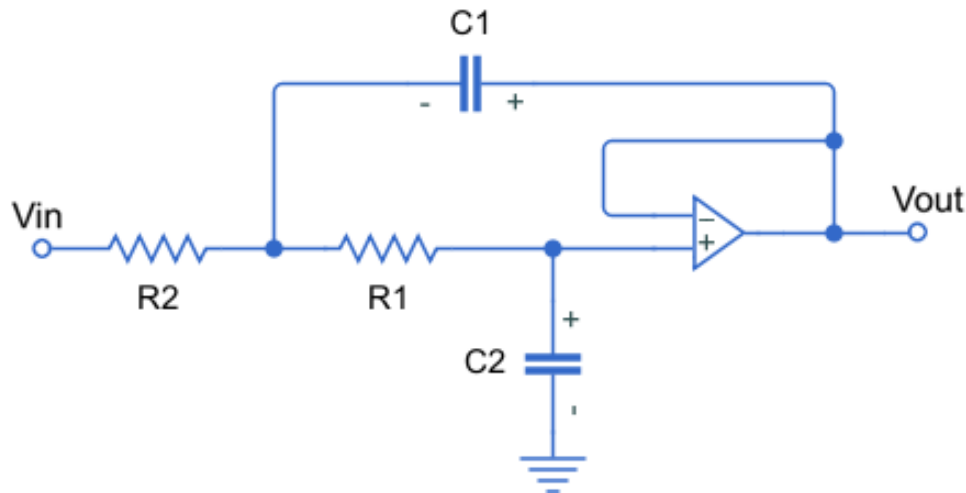
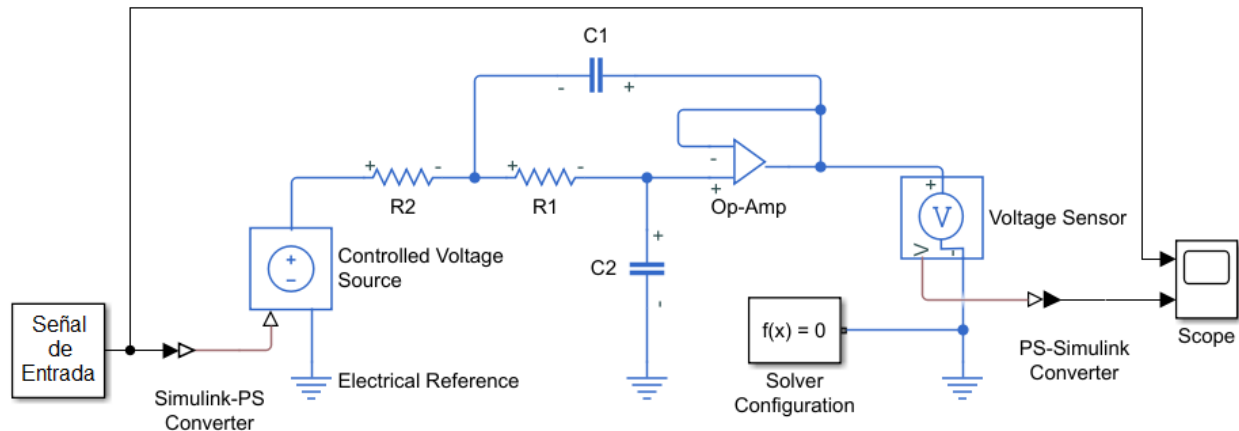

Figura 1. Circuito a trabajar en el laboratorio 1.
Figura 2. Circuito en Simulink (componentes de Simscape).
1. Construyan el circuito eléctrico en Simulink (Figura 2). Usen capacitores ideales (resistencia de 0 ohms). Nota: En lugar de valores constantes, pueden asignar variables como valores de los resistores y capacitores. Usen las variables que definieron en el inciso 3 de la Primera Parte. **Usen un bloque Step como señal de entrada, y un bloque Scope para visualizar tanto la entrada como la salida** (para visualizar varias señales simultáneamente, se pueden agregar puertos de entrada al bloque **Step**. Busquen la propiedad “*Number of Input Ports*”). Cambien el “step time” del bloque **Step** a 0 s, y ajusten el tiempo de simulación a 0.5 s. Los otros bloques necesarios, además de los componentes eléctricos, son: *Simulink-PS Converter*, *Controlled Voltage Source*, *Voltage Sensor*, *PS-Simulink Converter*, *Solver Configuration*. **¿Cómo se compara la salida con las respuestas al escalón obtenidas anteriormente?**
Asegúrense de numerar y titular todas las gráficas (ejs. Figura 1. Respuesta al impulso, función del tiempo. Figura 2. Respuesta al impulso usando función impulse de Matlab).